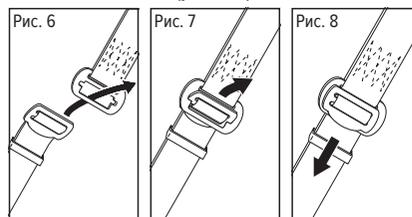

Рис. 6 Рис. 7 Рис. 8
- все лямки отрегулированы (способы регулировки показаны на рис. 6–12), натяжение лямок не допустимо если между телом работника и лячками свободно проходит кулак;
СОЕДИНЕНИЕ ПРЯЖЕК НАБЕДРЕННЫХ ЛЯМОК И ПОЯСНОГО РЕМНЯ (рис. 6–8)